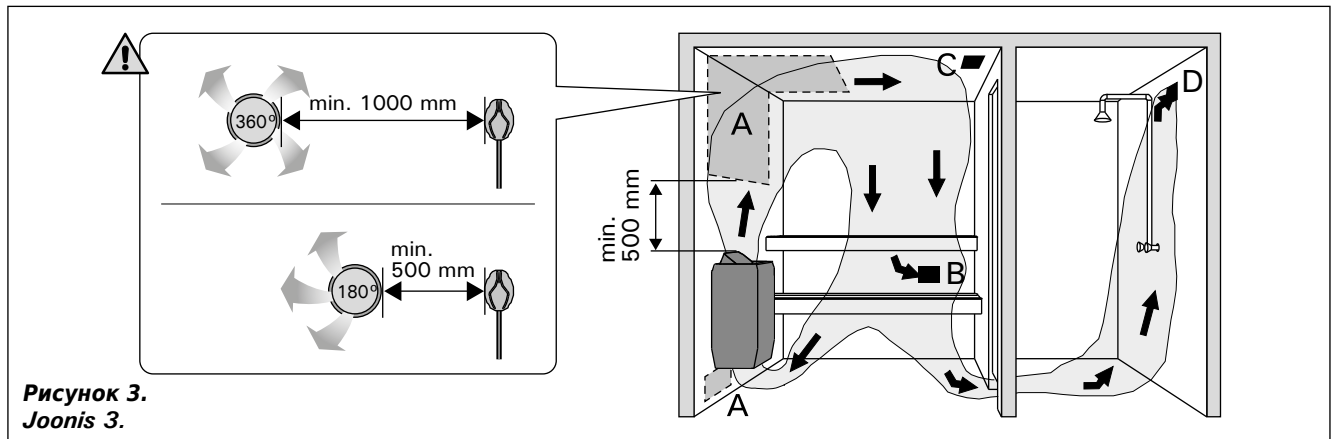

Рисунок 3.
Воздух в сауне должна заменяться шесть раз в час. На рис. 3 показаны варианты вентиляции сауны.
**Вентиляционное окно не должно охлаждать температурный датчик. См. рис. 3.**